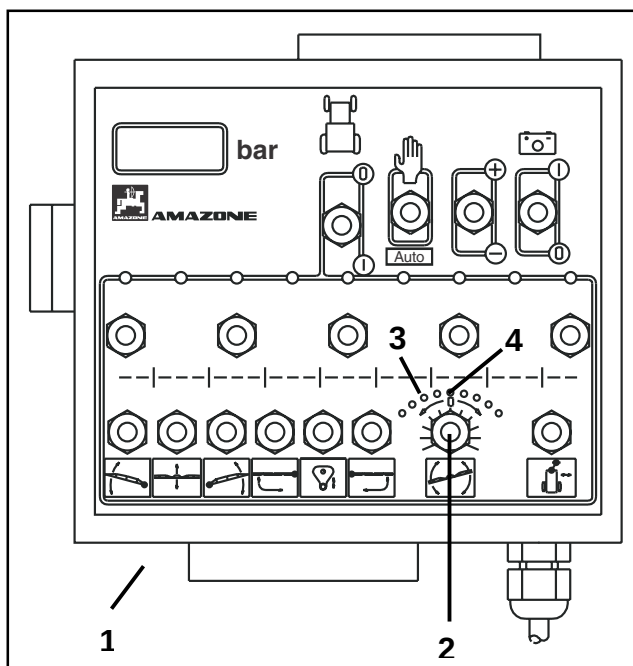

Fig. 8.13-21
- Bommen indstilles parallelt ind mod sprøjterammen ved at aktivere tasten (fig. 8.13-21/2).